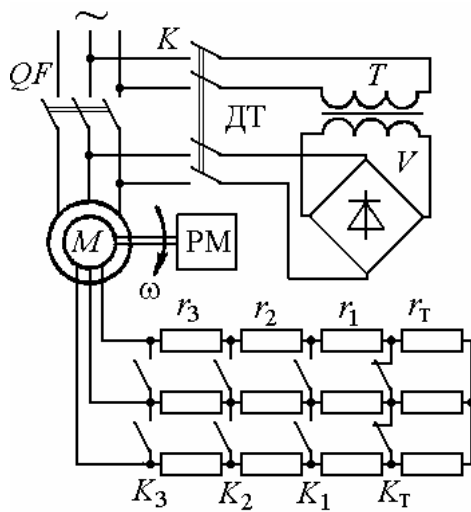

Рис.13. Схема реостатно-релейного пуска и торможения АДФР
**Задача 22.** Для привода с асинхронным двигателем с фазным ротором и реостатно-релейным управлением (рис.13) построить статические характеристики реостатного пуска и рассчитать ступени пускового реостата (рис.14). Номинальные данные асинхронного двигателя привода:  $P_H = 22$  кВт;  $U_{1H} = 380$  В;  $I_{1H} = 50$  А;  $s_H = 0,06251$ ;
**Задача 24.** Для схемы асинхронного привода с реостатным управлением по рис.13 определить величину сопротивления ступени тормозного противовключения  $r_T = r_{пв}$  при максимальном значении тормозного момента  $\mu_{T1} = 2$  и  $s_{T1} \approx 2$ . Номинальные данные двигателя привода приведены в задаче 22.
**Задача 25.** Для схемы асинхронного привода с реостатным управлением (см. рис.13) определить величину напряжения постоянного тока, подаваемого взамен переменного в статор двигателя, и величину сопротивления динамического торможения  $r_{dT1}$  для  $\mu_{dT1} = 1$  при  $v_{dT1} = 0,9375$ . Соединение обмоток статора - звезда. Номинальные данные двигателя привода приведены в задаче 22. Для расчета напряжения питания двигателя постоянным током принять омическое сопротивление фазы статора двигателя  $r_{1\phi} = 0,24$  Ом.